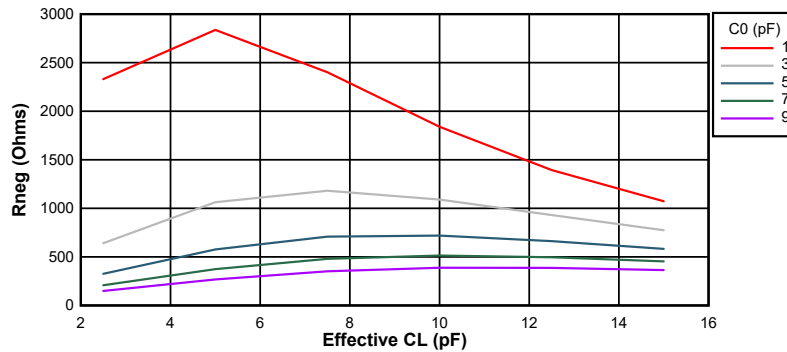
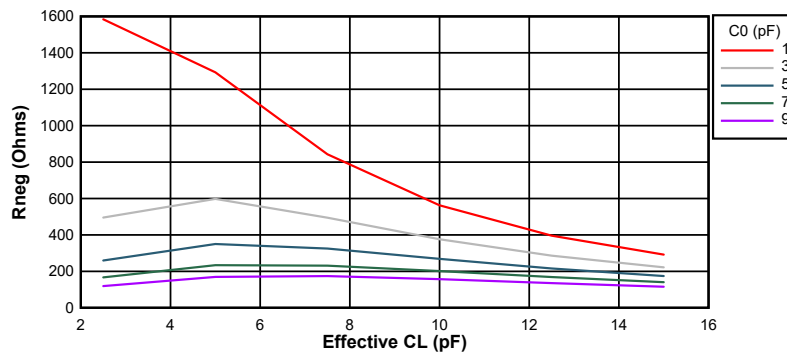

図 7-14. 10MHz 時の負性抵抗変動
図 7-15. 20MHz 時の負性抵抗変動
図 7-14 および 図 7-15 に、このデバイスの負性抵抗と水晶振動子の間の関係の変動を示します。グラフからわかるように、水晶振動子の並列容量 (C0) と実効負荷容量 (CL) は電気発振回路の負性抵抗に大きな影響を及ぼします。これらは代表的なグラフであるため、設計上考慮すべき最小値および最大値については、表 7-4 を参照してください。